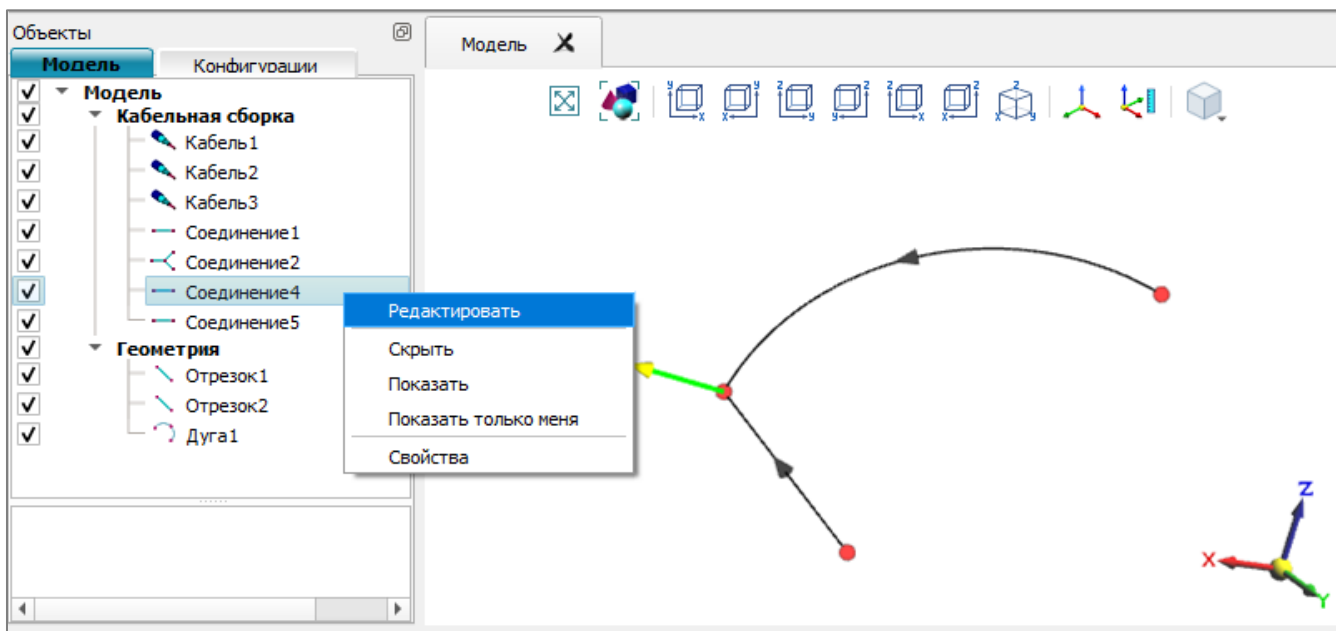

Рис. 66
11.5.2. Для редактирования соединения выделить объект *Соединение* двойным щелчком или выполнить команду его контекстного меню «Редактировать» (рис. 66).
Выделение объекта (всей схемы или ее элемента) выполнить курсором + левой кнопкой мыши. Указанный объект будет обведен пунктиром (см. рис. 66).